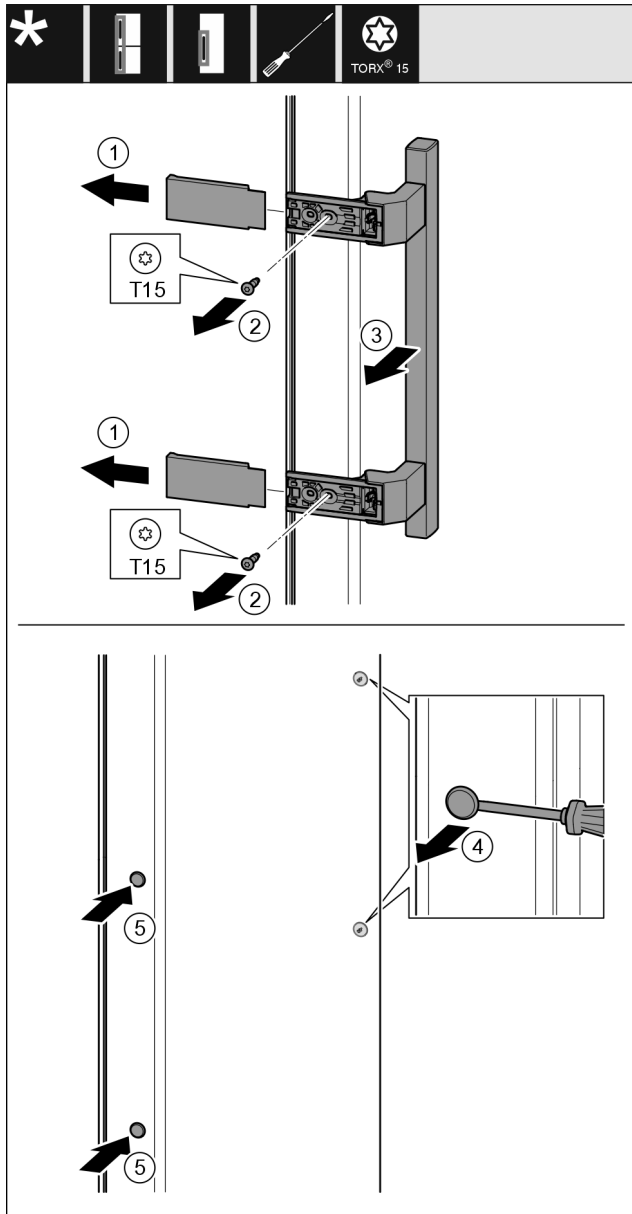

Fig. 22
- ▶ 拆下盖板 Fig. 22 (1)。
- ▶ 用螺丝刀将螺钉 Fig. 22 (2) 旋开。
- ▶ 取下把手 Fig. 22 (3)。
- ▶ 用带槽螺丝刀小心地提起侧边的堵头 Fig. 22 (4) 并将其拉出。
- ▶ 将堵头 Fig. 22 (5) 重新放入另一个侧。